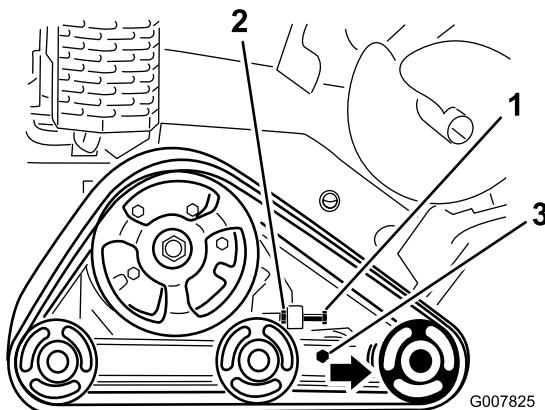

Bild 48
3. Lösen Sie die Klemmmutter an der Spannschraube der Kette und die Klemmschrauben am Spannarm (Bild 48).
4. Ziehen Sie die Spannschraube mit 32,5-40 N·m an, um die Kette zu spannen (Bild 48).
4. Lösen Sie die Spannschraube und Klemmmutter (Bild 48).
5. Lösen Sie die Klemmschrauben (Bild 48).